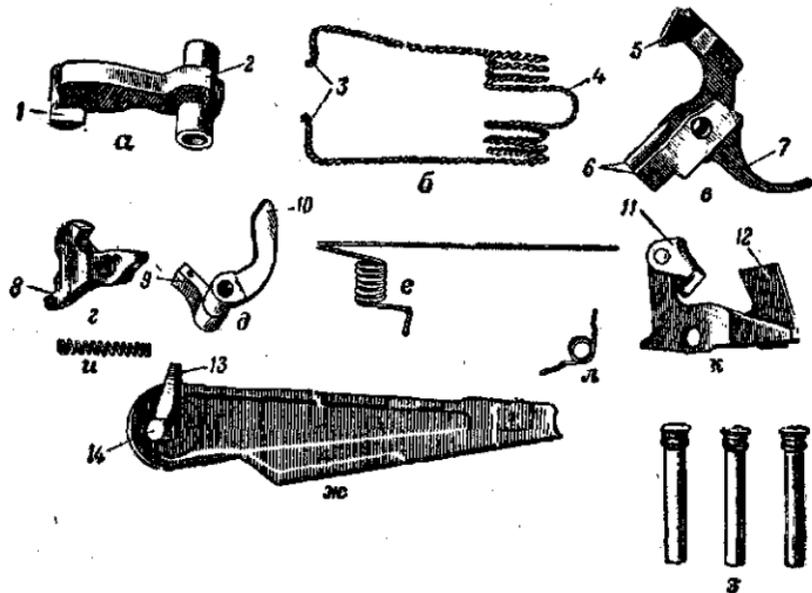

Рис. 35. Части ударно-спускового механизма:
**20. Ударно-спусковой механизм** (рис. 35) служит для спуска курка с боевого взвода или с взвода автоспуска, нанесения удара по ударнику, обеспечения ведения автоматического или одиночного огня, прекращения стрельбы, для предотвращения выстрелов при незапертом затворе и для постановки автомата на предохранитель.